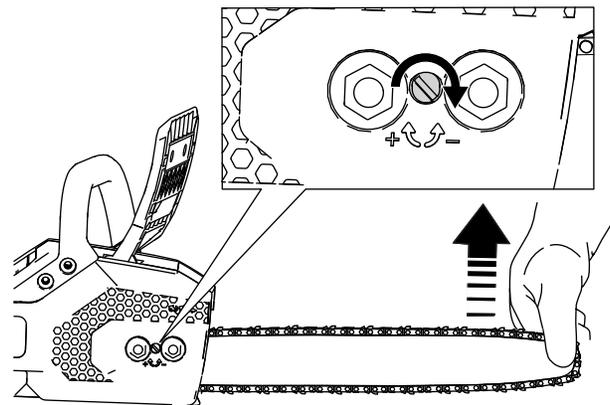

図 27
6. ガイドバーの先端を持ちます 図 27。
- チェーンを締めるには、チェーン張りネジを時計回りに回します 図 27。